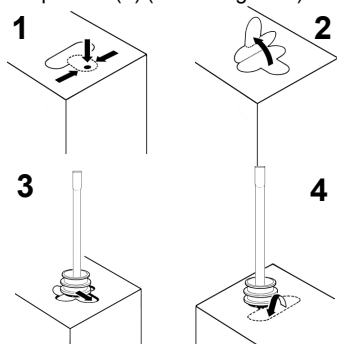

figura 1
- 1 - Premere la parte fustellata del contenitore Bag in Box fino a romperne la chiusura (1). Sollevare la copertura (2). Estrarre il tubetto ed il bocchettone. Inserire il bocchettone nella propria sede (3) e richiudere la copertura (4) (vedere figura 1).